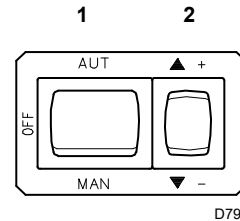
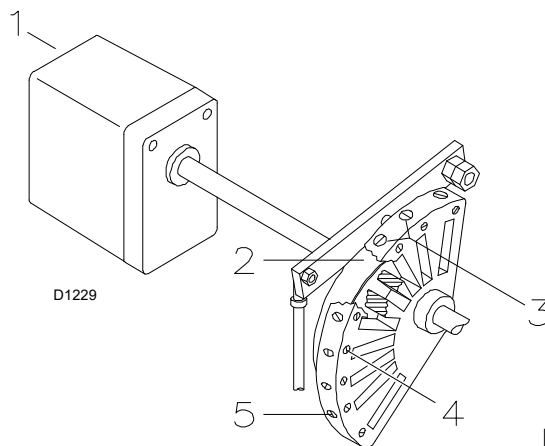
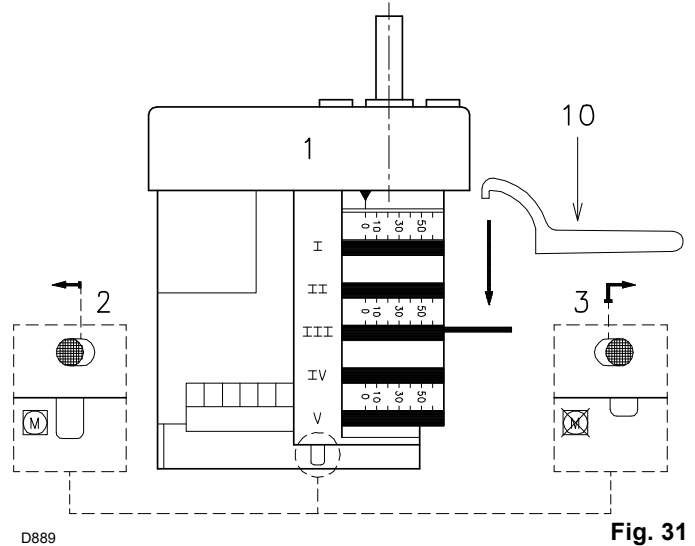

Fig. 27
Fig. 30
Fig. 31
- Poner en marcha el quemador cerrando los telemandos y con el interruptor 1)(Fig. 27 en pág. 24) en la posición "MAN". En cuanto se arranca el quemador, controlar el sentido de giro de la turbina del ventilador desde el visor llama 25).
- Cuando el gasóleo sale por el tornillo 3), es indicativo de que la bomba está cebada. Detener el quemador: interruptor 1)(Fig. 27 en pág. 24) en posición "OFF" y enroscar el tornillo 3).
Cerrar los telemandos y poner el interruptor 1)(Fig. 27) en la posición “MAN”.
En la descripción anterior, hemos dejado el quemador encendido, funcionando a la potencia MÍN. Luego, presionar el pulsador 2)(Fig. 27) “+” y mantenerlo presionado hasta que el servomotor se coloca en 130°.
Variar en progresión el perfil final de la leva 2)(Fig. 30) utilizando los tornillos 5).
Presionar el pulsador 2)(Fig. 27 pág. 24) “disminución potencia” y mantenerlo presionado hasta que el servomotor alcance los 20° (regulación de fábrica).
Variar en progresión el perfil inicial de la leva 2)(Fig. 30) utilizando los tornillos 3).
Presionar un poco el pulsador 2)(Fig. 27 en pág. 24) “aumento de potencia” para que el servomotor gire aproximadamente 15°. Regular los tornillos hasta obtener una combustión óptima. Proceder del mismo modo con los demás tornillos.
Apagar el quemador mediante del interruptor 1)(Fig. 27 en pág. 24), posición OFF, desbloquear la leva 2)(Fig. 30) del servomotor, presionando y desplazando hacia la derecha el pulsador 3)(Fig. 31), y comprobar varias veces, haciendo girar con la mano la leva 2) hacia adelante y hacia atrás, que el movimiento sea suave y sin obstrucciones.
Fijar nuevamente la leva 2) al servomotor desplazando hacia la izquierda el pulsador 2)(Fig. 31).
Terminada la regulación, fijar la misma mediante los tornillos 4) (Fig. 30).
Para la eventual regulación de la leva III, en particular para desplazamientos pequeños, es posible utilizar la llave 10)(Fig. 31) sujeta por un imán debajo del servomotor.
- 6 s :** Arranque servomotor: gira hacia la derecha 130°, o sea, hasta la intervención del contacto en la leva I) (Fig. 31 en pág. 26). El registro del aire se posiciona en la potencia MÁX..
- 85 s :** El servomotor gira hacia la izquierda hasta la intervención del contacto en la leva III) (Fig. 31 en pág. 26).
- La parada del quemador se produce cuando la solicitud de calor es inferior a la generada por el quemador a MÍN. potencia (segmento F-G). El telemando TL se abre, el servomotor vuelve al ángulo 0° limitado por el contacto de la leva II) (Fig. 31 en pág. 26). El registro se cierra completamente para reducir las pérdidas de calor al mínimo.
Liberar la leva 2)(Fig. 30 pág. 25) del servomotor, presionando y desplazando el pulsador 3)(Fig. 31 en pág. 26) hacia la derecha, y controlar manualmente que gire con facilidad hacia adelante y atrás. Enganchar nuevamente la leva desplazando hacia la izquierda el pulsador 2)(Fig. 31 en pág. 26).